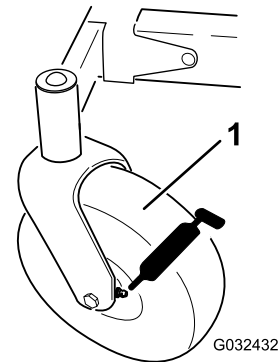

Figura 30
3. Limpie los engrasadores (**Figura 30**) con un trapo.
4. Conecte una pistola de engrasar a cada engrasador (**Figura 30**).